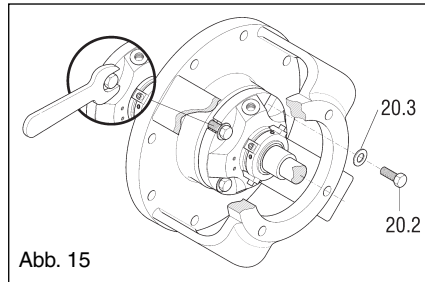

Abb. 15
- Die Schrauben (20.2) lösen, mit denen der Dichtungsflansch an der Motorhalterung angebracht ist (Abb. 15).
- Die Motorhalterung (19) herausnehmen.
- Die Dichtung (25), das Distanzstück (31), die Dichtungshalterung (20) und die Dichtung (20.1) herausnehmen.